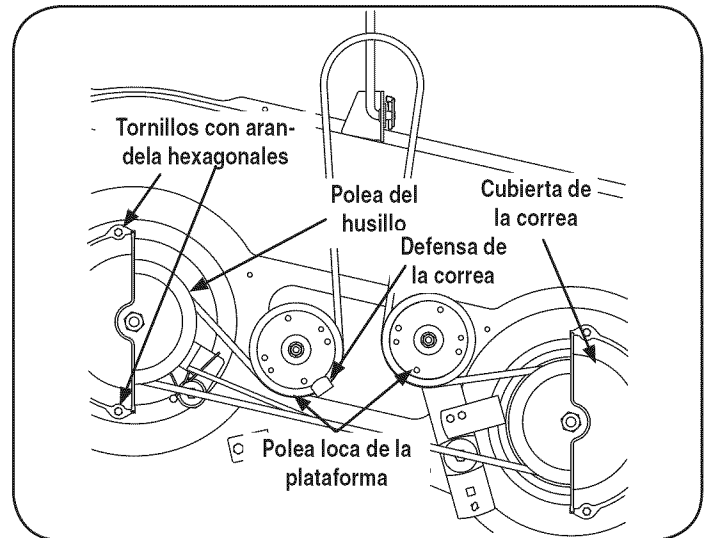

Figura 14
- Extraiga las cubiertas de la correa de los husillos exteriores sacando los tornillos con arandela hexagonales que las sujetan a la plataforma. Vea la Figura 14.
- Retire con cuidado la correa de la plataforma de alrededor de las dos poleas de husillo y de las dos poleas locas de la plataforma. Vea la Figura 14.